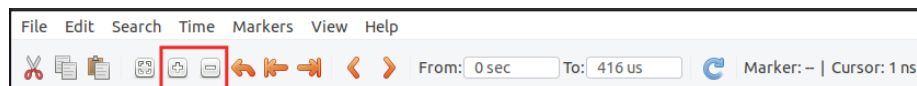

Figura 85. Ampliar (+) Reducir (-)
9. Haga un ajuste de zoom y luego haga clic en ampliar varias veces para que pueda ver el cambio de la señal del reloj (Figura 85).